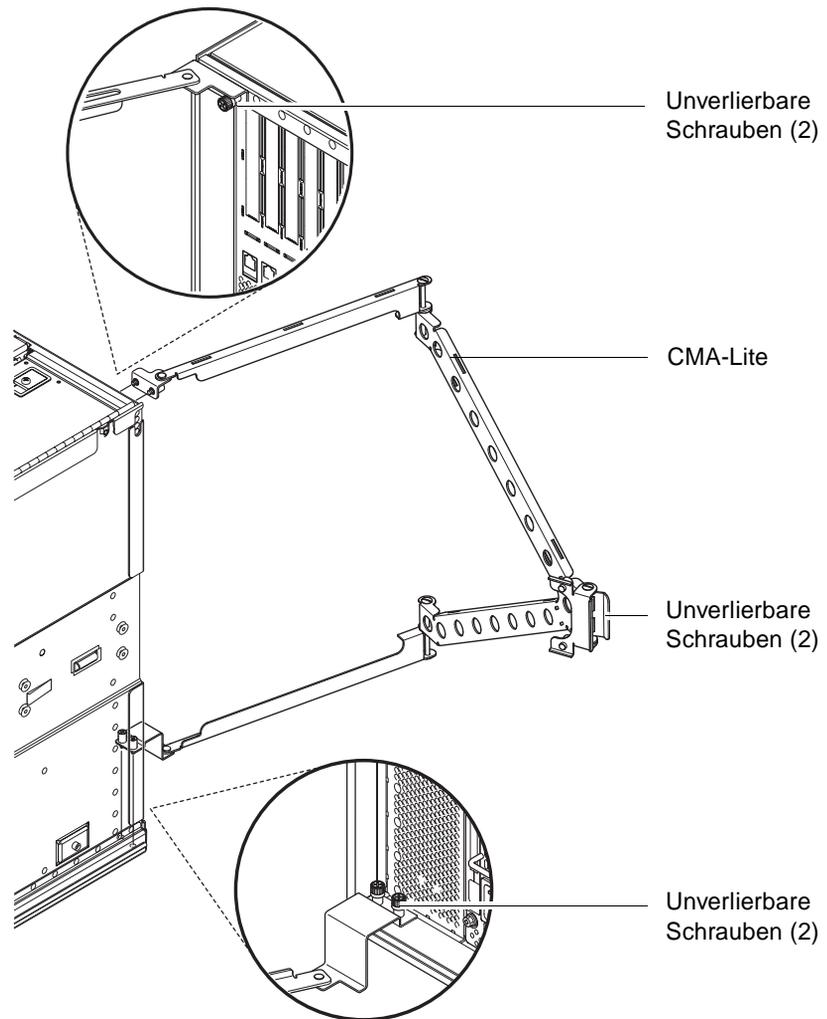

ABBILDUNG 1-18 Kabelführungsarm CMA-Lite
1. Befestigen Sie das Drehgelenk, das sich am Ende des oberen Arms befindet, mit zwei unverlierbaren Schrauben oben an der Systemrückseite (ABBILDUNG 1-18).